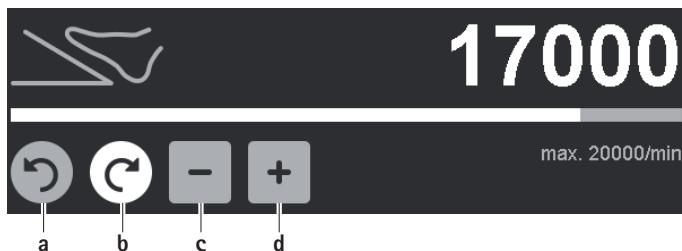

Fig. 6 Modificación del límite superior de velocidad/sentido de giro
- ▶ Cambio del sentido de giro (excepto en el taladro GA844): Accionar la tecla de sentido de giro gris inactivo en sentido horario/giro a izquierdas a/b, ver Fig. 6.